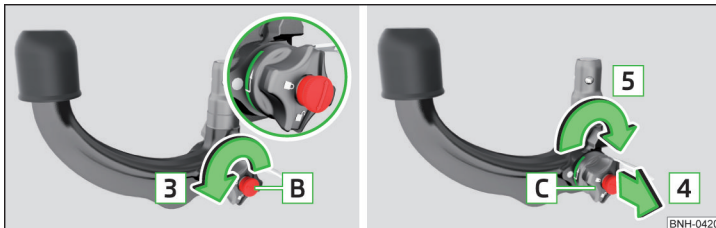

Abb. 137 Bereitschaftsstellung einstellen
- Den Schlüssel **B** in Pfeilrichtung **3** bis zum Anschlag drehen, sodass der Pfeil am Schlüssel zum Symbol \hat{B} » Abb. 137 zeigt.